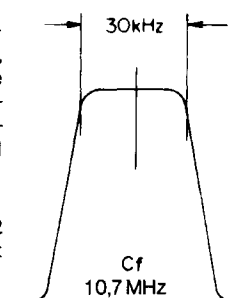

Abb. 2
- (d) Die Kreise T1003 und T1004 so abgleichen, daß die in Abb.2 gezeigte Durchlaßkurve erzielt wird.